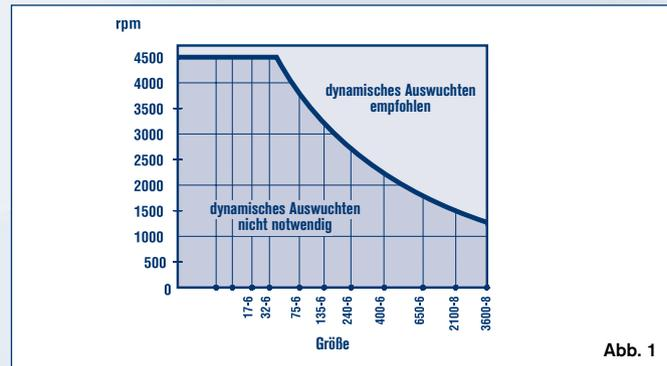

Abb. 1
6. Überprüfen Sie anhand von Abb. 1, ob ihre Kupplung dynamisch ausgeglichen werden muss oder nicht.
Die Wuchtgüte der Standardkupplungen ist Q6,3 - VDI 2060 für mittlere Drehzahlen. Das Wuchten wird nur bei Werten über der Kurve in Abb. 1 empfohlen.